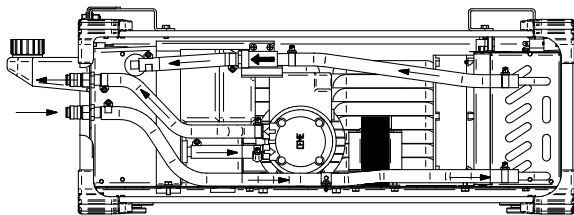

Рисунок 6.
- Подсоедините шланги системы охлаждения к впускному штуцеру водоохладителя [5] и выходному разъему [4] (Рисунок 6).
- Подсоедините шланги водяного охладителя — Рисунок 6.